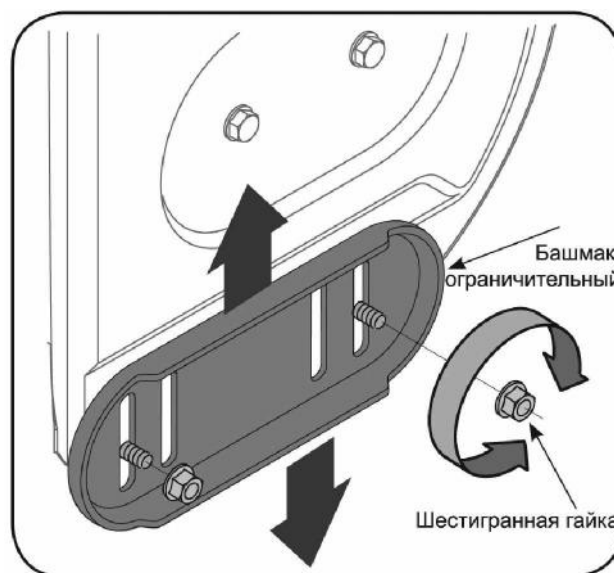

Рис. 35.
Расстояние между подрезным ножом снегоуборщика и поверхностью земли регулируется положением ограничительных башмаков, расположенных с двух сторон снегозаборника. Для уборки снега на ровной поверхности (например, на асфальте) ограничительные башмаки следует установить в нижнее положение. Для уборки снега на неровной поверхности их следует установить в среднее (показано на рис. 35) или верхнее положение.
1. Ослабьте, но не откручивайте полностью три шестигранные гайки крепления ограничительного башмака к снегозаборнику. См. Рис. 35.